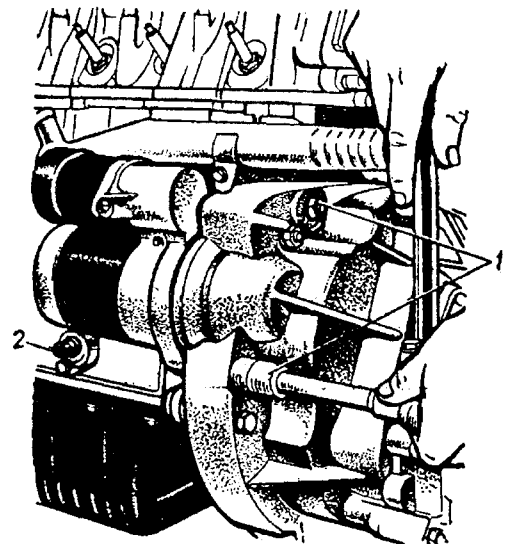

Рис. 2.4. Отворачивание гаек крепления стартера и его снятие: 1 – гайки крепления стартера; 2 – датчик верхней мертвой точки
- Отвернуть болт и снять датчик верхней мертвой точки (рис. 2.4).